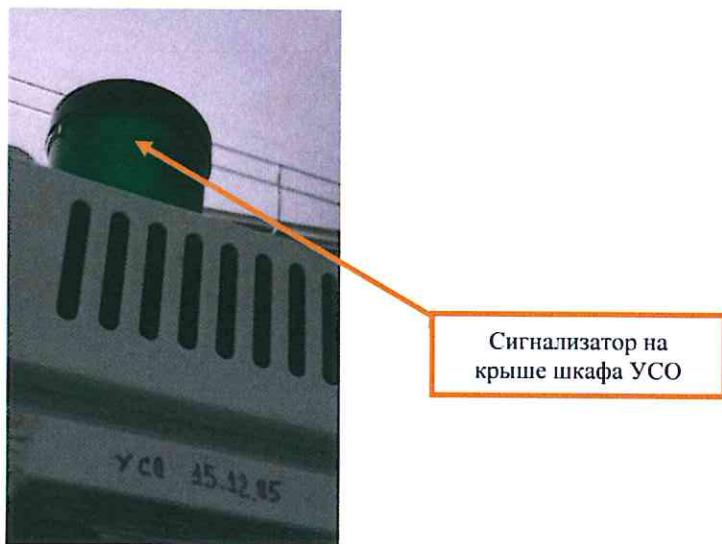
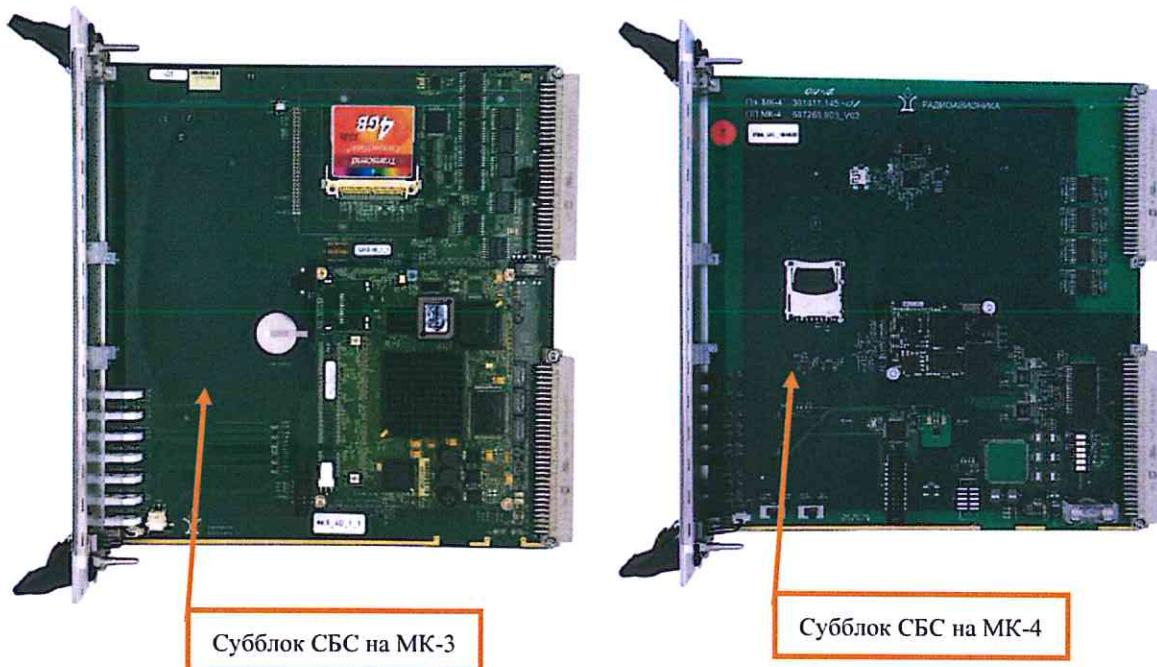

Рисунок 6. Сигнализатор на крышке шкафа УСО.
Рисунок 7. Субблок СБС на МК-3 и МК-4
7.1.10 По окончанию замены модуля МИП проверить индикацию модулей и субблоков, подключенных к замененному модулю: индикаторы на лицевых панелях модулей МСИ, МВУ и МБКО непрерывно светят зеленым цветом, руководствуясь рабочей документацией. Сигнализатор на крыше шкафа УСО непрерывно светит зеленым цветом (Рисунок 6). В верхней части экрана монитора АРМ ДСП не мигают символ «С», символ «К», символ «У».
Все субблоки, входящие в состав УВК РА, являются микропроцессорными устройствами на основе МК. В настоящее время используются два типа МК – модуль МК-3 и модуль МК-4. Внешний вид субблока БС, выполненного на базе МК-3 (Рисунок 7), на базе МК-4 (Рисунок 6).
7.2.13 По окончанию замены субблока СБС проверить индикацию модулей, подключенных к замененному субблоку: индикаторы на лицевых панелях модулей МСИ, МВУ и МБКО непрерывно светят зеленым цветом (использовать рабочую документацию). Сигнализатор на крыше шкафа УСО непрерывно светит зеленым цветом (Рисунок 6). В верхней части экрана
7.3.8 По окончанию замены модуля МСИ убедиться в том, что индикатор на лицевой панели модуля светит зеленым цветом, сигнализатор на крышке шкафа УСО непрерывно светит зеленым светом (Рисунок 6), в верхней части экрана монитора АРМ ДСП не мигает символ «С», символ «К», символ «У».